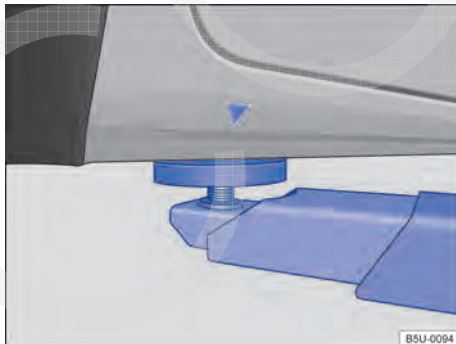
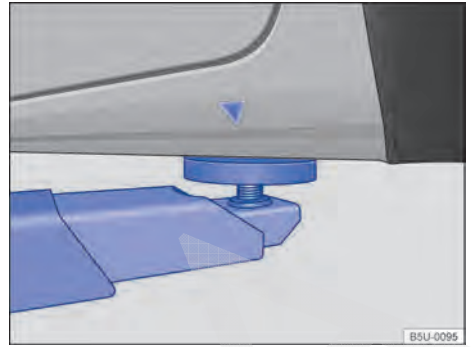

Fig. 152 Pontos de apoio dianteiros para a suspensão com plataforma elevatória ou com macaco.
Fig. 153 Pontos de apoio traseiros para a suspensão com plataforma elevatória ou com macaco.
O veículo deve ser suspenso somente pelos pontos indicados nas figuras → Fig. 152 e → Fig. 153. Se o veículo não for suspenso pelos pontos indicados, podem ocorrer danos no veículo → ⚠️ e ferimentos graves → ⚠️.
- Suspender o veículo somente pelos pontos indicados nas figuras → Fig. 152 e → Fig. 153. Se o veículo não for suspenso pelos pontos indicados, o veículo poderá cair da plataforma elevatória quando, por exemplo, o motor ou a suspensão for desmontado.